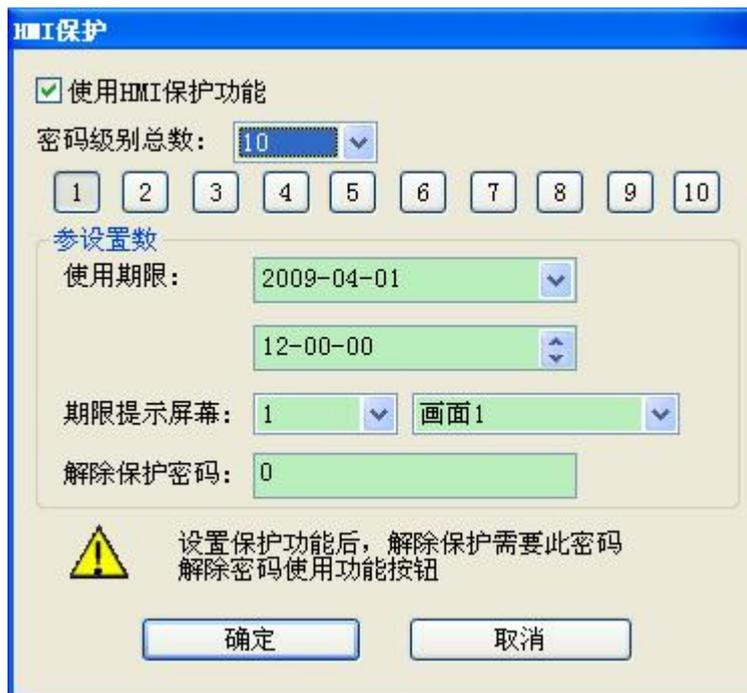

图 7-10 HMI 保护对话框
- ◆ 双击“工程管理器”中的“HMI 保护”选项，弹出如图 7-10 所示对话框：